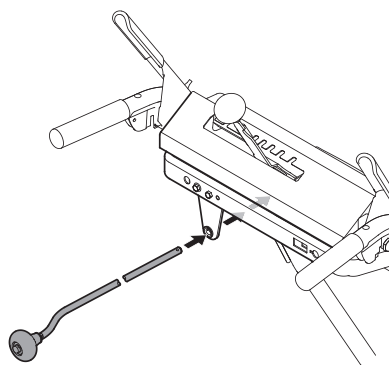

Figura 2-20
4. Inserte la varilla de control del canal en la ménsula de soporte que está en la parte posterior del tablero de instrumentos. Consulte Figura 2-20.